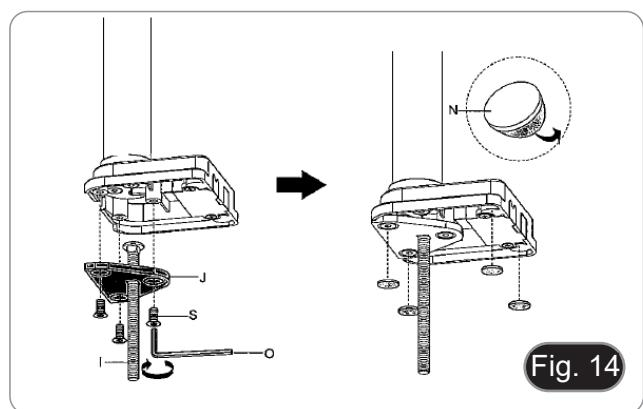

Fig. 14
3. Introducir el tornillo (I) en la placa de fijación (J).
4. Apretar la placa de fijación con los tres tornillos (S). (Fig. 14)
5. Fijar las patas de goma (N) al soporte de la mesa.